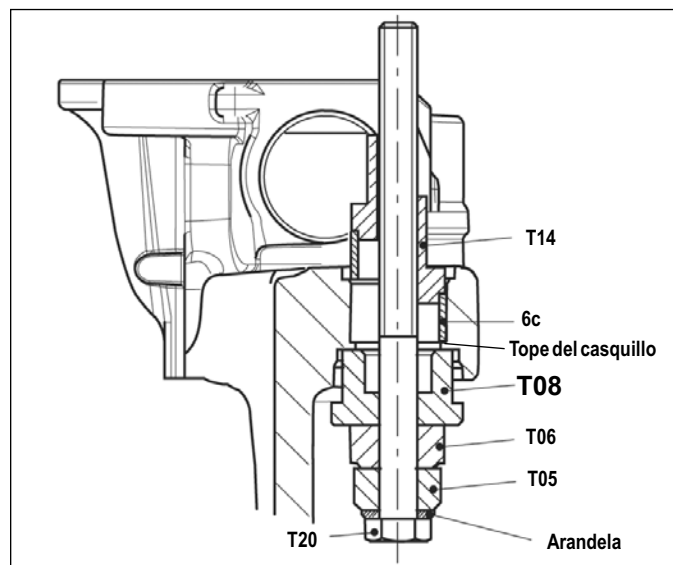

FIGURA 80 - INSTALACIÓN DEL CASQUILLO DE LA CLAVIJA GUÍA
5.6.26 Use la combinación de herramientas que se muestra en la figura 78 para introducir el casquillo (1) en la mordaza. Consulte también la figura 80, para ver la orientación (con la herramienta T14 en la parte superior). Apriete la tuerca (T14) a mano en su posición. Luego apriete el perno (T20) usando una llave de cubo para introducir el casquillo (1) dentro de la mordaza hasta que el casquillo (1) haga contacto con el paso maquinado en el orificio. Quite la herramienta.